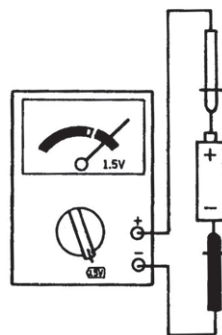

図 5-9 1.5V電池の測定
- ①1.5V電池レンジに〔図5-9〕レンジスイッチを合わせます。
- ②電池のプラス(+)端子に赤色テストリードを、マイナス(-)端子に黒色テストリードを接続します。〔図5-9〕
- ③電池の良否の判別は、メーターの指針が電池専用目盛(1.5V)のGOOD(良)の中にあれば、その電池は良好であると判断します。